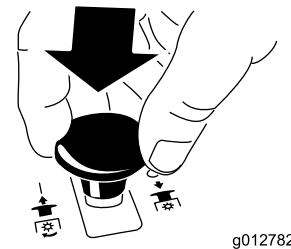

Bild 10
- Drücken Sie den Zapfwellenantriebsschalter nach unten in die AUS-Stellung (Bild 10).